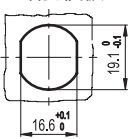
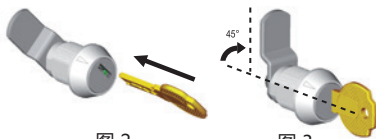

图 1
图 2
- 首次编程: 插入铜质编程钥匙并将锁顺时针转动45°(图1)。锁编程完毕。插入普通镍银钥匙即可锁定或打开门锁(图2)。
- 锁的重新编程: 首先插入铜制编程钥匙并将锁逆时针转动45°，直至转子处于中间位置(图3)。取下钥匙，再插入新的编程钥匙(新套件)并顺时针旋转 45°(图1)。
锁的重新编程完成，与随新的编程钥匙成套提供的普通镍银钥匙形成新的组合，须使用这些新钥匙锁定或打开门锁(图.2)。